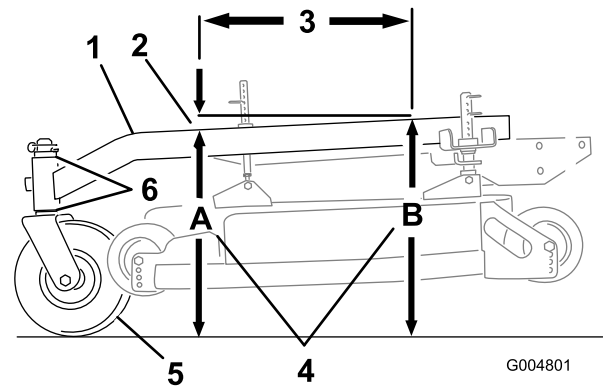

Bild 54
Der Trägerrahmen muss über die Länge von 61 cm eine Neigung von 3 mm bis 9 mm haben (Bild 54).
1. Messen Sie eine Länge von 61 cm auf dem Trägerrahmen (Bild 54).
2. Messen Sie die Höhe des Trägerrahmens an Stelle **A** (Bild 54).
3. Messen Sie die Höhe des Trägerrahmens an Stelle **B** (Bild 54).
4. Die Höhe an Stelle **A** muss 6-10 mm niedriger sein als an Stelle **B** (Bild 54).
5. Wenn der Trägerrahmen falsch eingestellt ist, bewegen Sie die Distanzstücke an den Laufrädern, bis eine Neigung von 6-10 mm besteht (Bild 54).